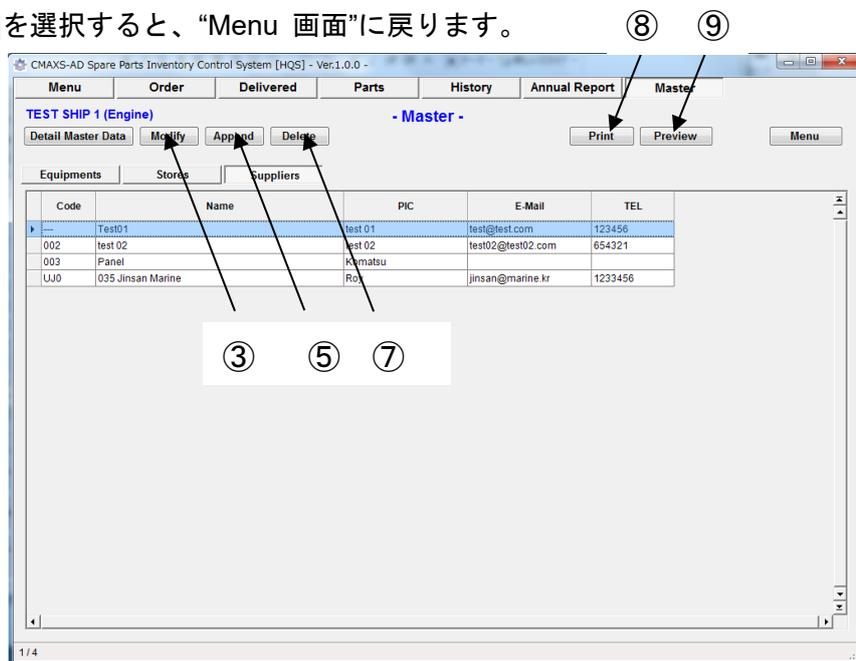
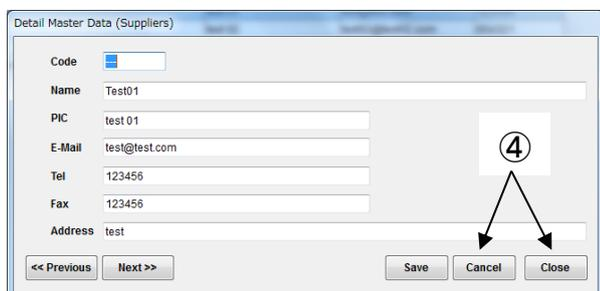

図 15-3 Master [Suppliers] 画面
図 15-4 Detail Master Data 画面 (Modify)
[Suppliers]を選択すると、“Suppliers List 画面”(図 15-3) が表示され、データベースに登録された全 Supplier の詳細が表示されます。
(3)仕入先のデータを変更したい場合は“Suppliers List 画面”(図 15-3)上で、変更したい箇所と[Modify]を選択すると“Suppliers ダイアログ”(Modify version)(図 15-4)が表示され、登録済のsupplierデータを編集することができます。
(4) 編集データを保存する場合は[Save]、保存しない場合は[Cancel]を選択します。
(5) 仕入先を追加したい場合は“Suppliers List 画面”(図 15-3)上で[Append]を選択すると“Suppliers ダイアログ”(Append version)(図 15-5)が表示されますので、新規仕入先のデータを入力します。
(6) 新規仕入先データを保存する場合は[Save]、保存しない場合は[Cancel]を選択してください。
(7) 仕入先データを削除したい場合は[Delete]を選択してください。
(8) Supplier リストを印刷したい場合は[Print]を選択してください。
(9) 印刷画面を確認した場合は[Preview]を選択してください。